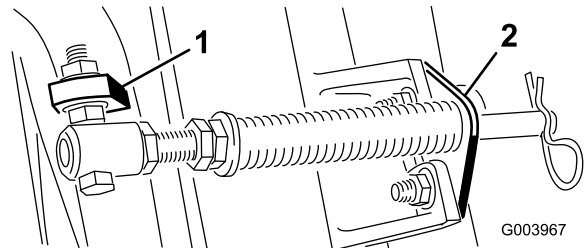

Рисунок 5
Примечание: Головку болта следует расположить в направлении наружной стороны выступа, как показано на **Рисунок 5**.
- Присоедините кронштейн штока к выступам режущих блоков с помощью каретных болтов и гаек (**Рисунок 5**).